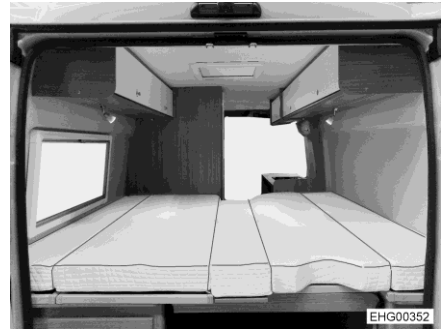

Bild 43 Madrasser
- Lägg madrasserna (Bild 43) på sängbotten.